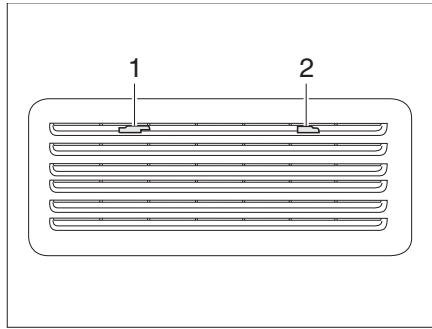

Fig. 349 Grille d'aération du réfrigérateur (Thetford)
- Pousser le dispositif de blocage (Fig. 349,1) vers le milieu.